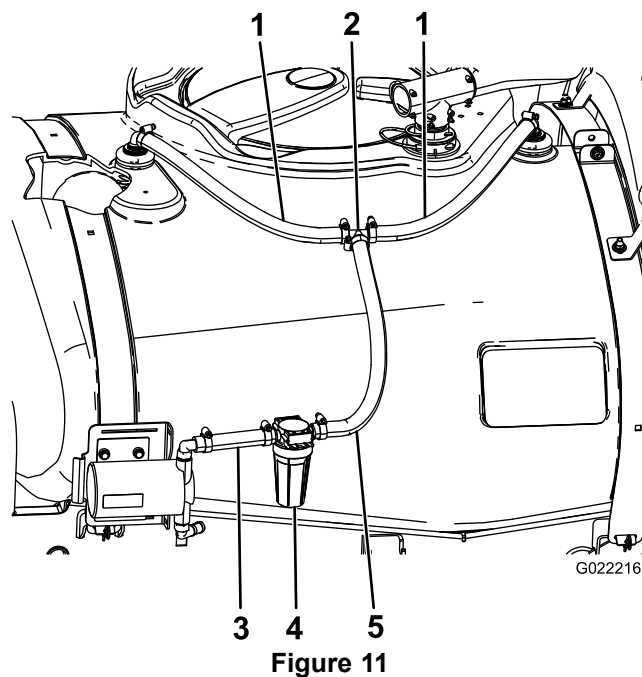

Figure 11
1. Au moyen de 2 colliers, fixez le flexible de 48 cm à la cannelure de la buse de rinçage (Figure 11).
2. Fixez les extrémités libres des flexibles au raccord en T au moyen de 2 colliers (Figure 11).
1. Fixez le côté long du flexible du filtre de rinçage au raccord en T au moyen d'un collier (Figure 11).
2. Fixez l'autre extrémité du flexible du filtre de rinçage à la cannelure supérieure de la pompe de rinçage au moyen d'un collier (Figure 11).